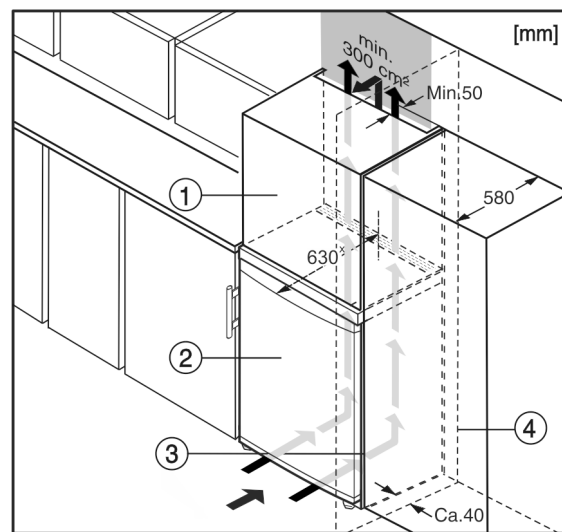

Fig. 10
- (1) Шкаф-пристройка*
- (2) Уред*
- (3) Кухненски шкаф*
- (4) Стена*
Уредът може да е обграден с кухненски шкафове. За да изравните височината на уреда *Fig. 10 (2)* с височината на вградената кухня, над уреда може да се постави шкаф-пристройка *Fig. 10 (1)*.
При вграждане с кухненски шкафове (дълбочина макс. 580 мм), уредът може да се постави директно до кухненския шкаф *Fig. 10 (3)*. Отстрани уредът е издаден на 34 мм^{*}, а в средата на уреда - на 50 мм^{*} спрямо предната страна на кухненския шкаф.*
Когато уредът се постави с шарнири близо до стена *Fig. 10 (4)*, разстоянието между уреда и стената трябва да бъде поне 40 мм. Това е разстоянието, на което дръжките излизат напред при отворена врата.*